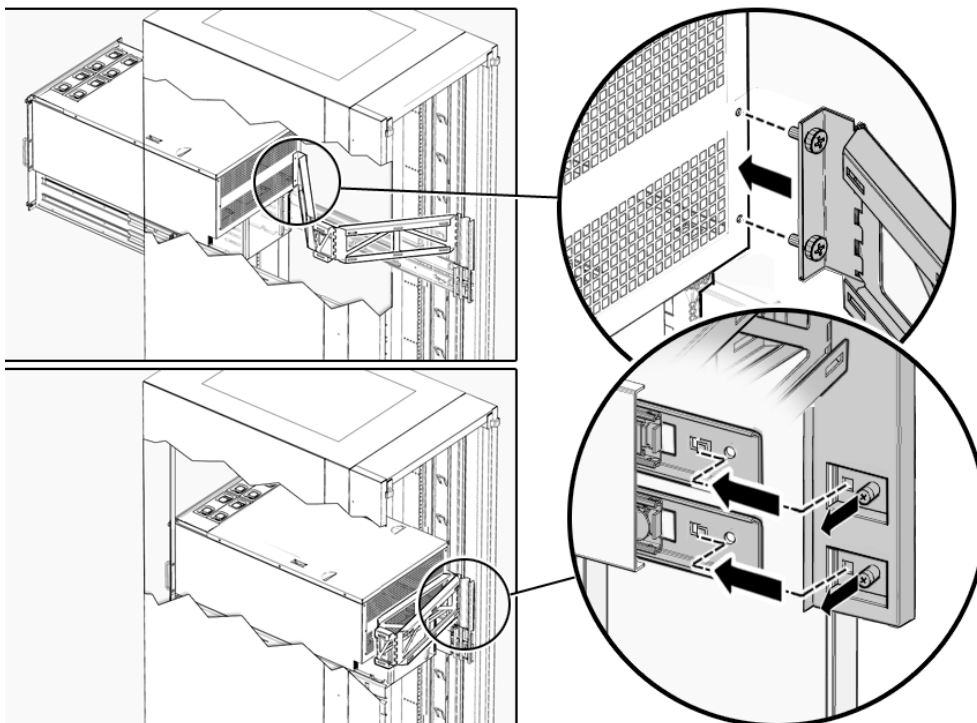

図 2-9 ケーブル管理アームの取り付け (Sun SPARC Enterprise M5000 サーバーの場合)
3. CMA の大きい方の端を、装置ラックの同じ側のレールに固定します (図 2-9)。